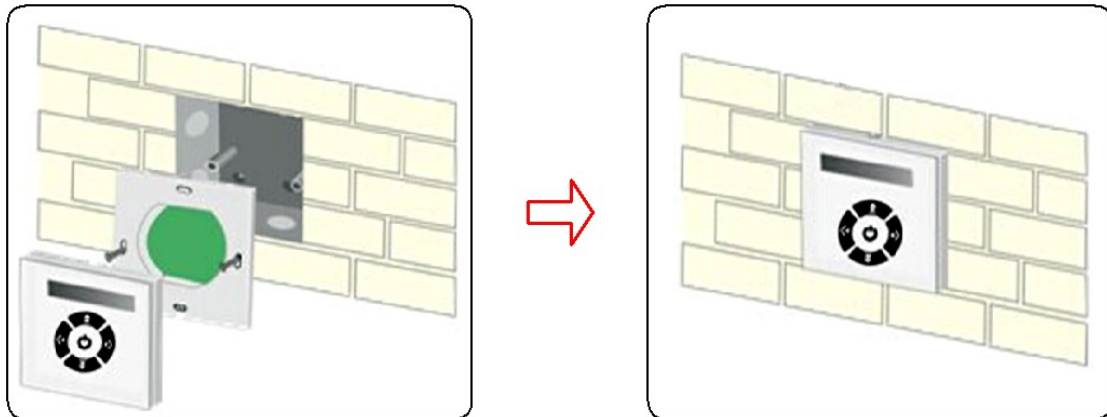

Рис.4. Установка панели
3.6. Установите корпус панели в монтажную коробку и закрепите её при помощи двух винтов. Аккуратно установите лицевую панель на место (Рис.4.).